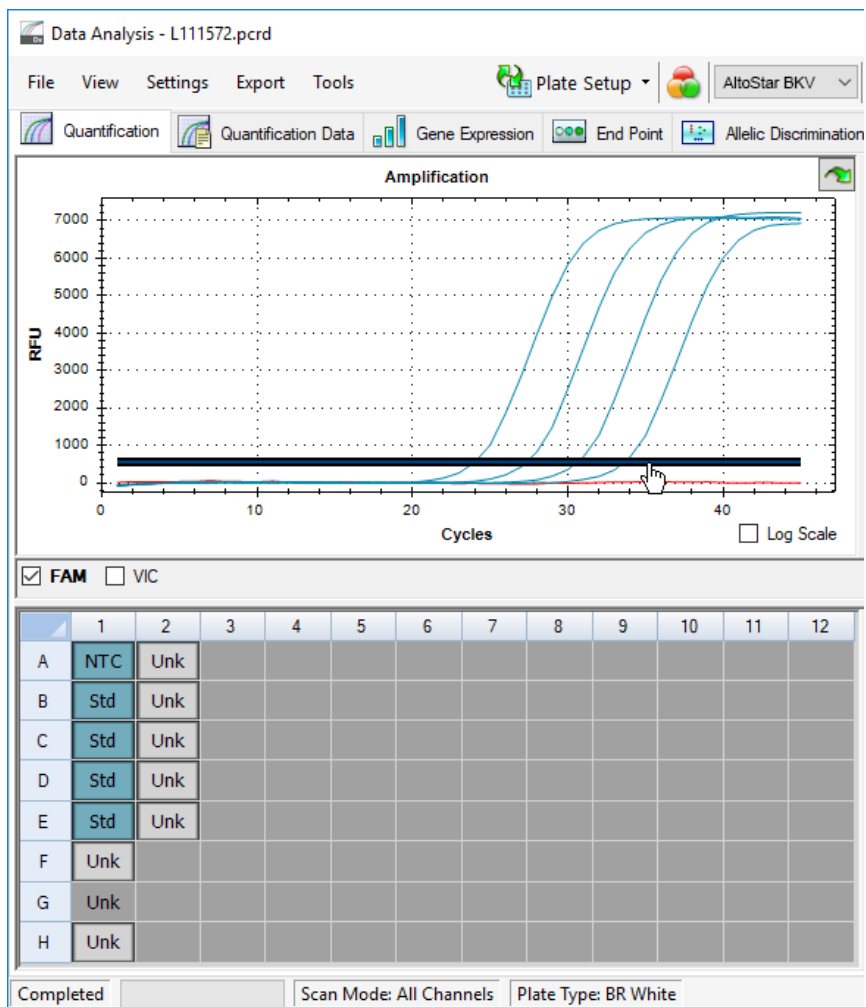

Figura 10: Janela Data Analysis (Análise de Dados): definição do limiar FAM™
5. Do lado esquerdo da janela Data Analysis (Análise de Dados), anule a seleção da caixa de verificação **VIC** e assinale a caixa de verificação **FAM** para o canal de deteção do alvo de BKV (consulte a figura 10).
- Selecione apenas os poços que contêm NTC e os QS na vista da placa da janela Data Analysis (Análise de Dados) (consulte a figura 10).
- Arraste o limiar bem acima do sinal de NTC para a área exponencial dos sinais QS (consulte a figura 10).